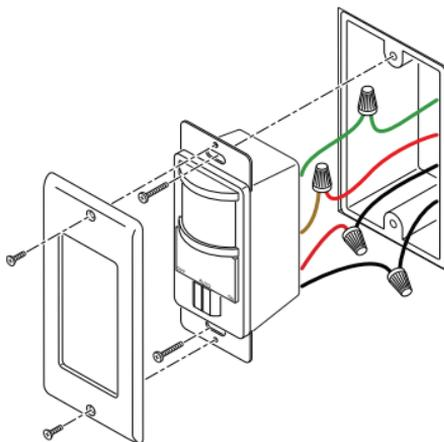

Figure 4 - Installation de l'interrupteur à 3 voies, à détecteur de mouvement
5. Installez le détecteur dans la boîte de raccordement au moyen des deux grandes vis fournies (voir la Figure 4).
1. Remettre le couvercle de la commande en place et fixer la plaque décorative (voir la Figure 4). Dans les cas où l'interrupteur à détection de mouvement est combiné à d'autres interrupteurs muraux ou à d'autres prises sur un boîtier d'expansion, il vous faudra acheter une plaque murale combinée. Les centres de bricolage et magasins de fournitures électriques offrent diverses combinaisons de plaques murales.